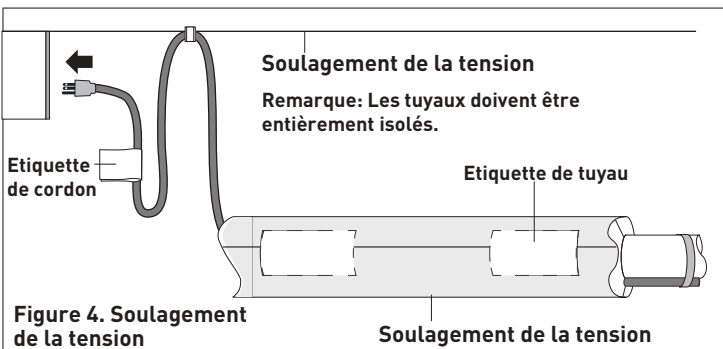

Figure 4. Soulagement de la tension
5. Vous pouvez vérifier la figure 4 pour l'installation de la décharge de traction. Fixer le cordon d'alimentation (fil froid) avec un serre-câble en plastique, du ruban adhésif en tissu de verre ou du ruban adhésif en toile de verre.